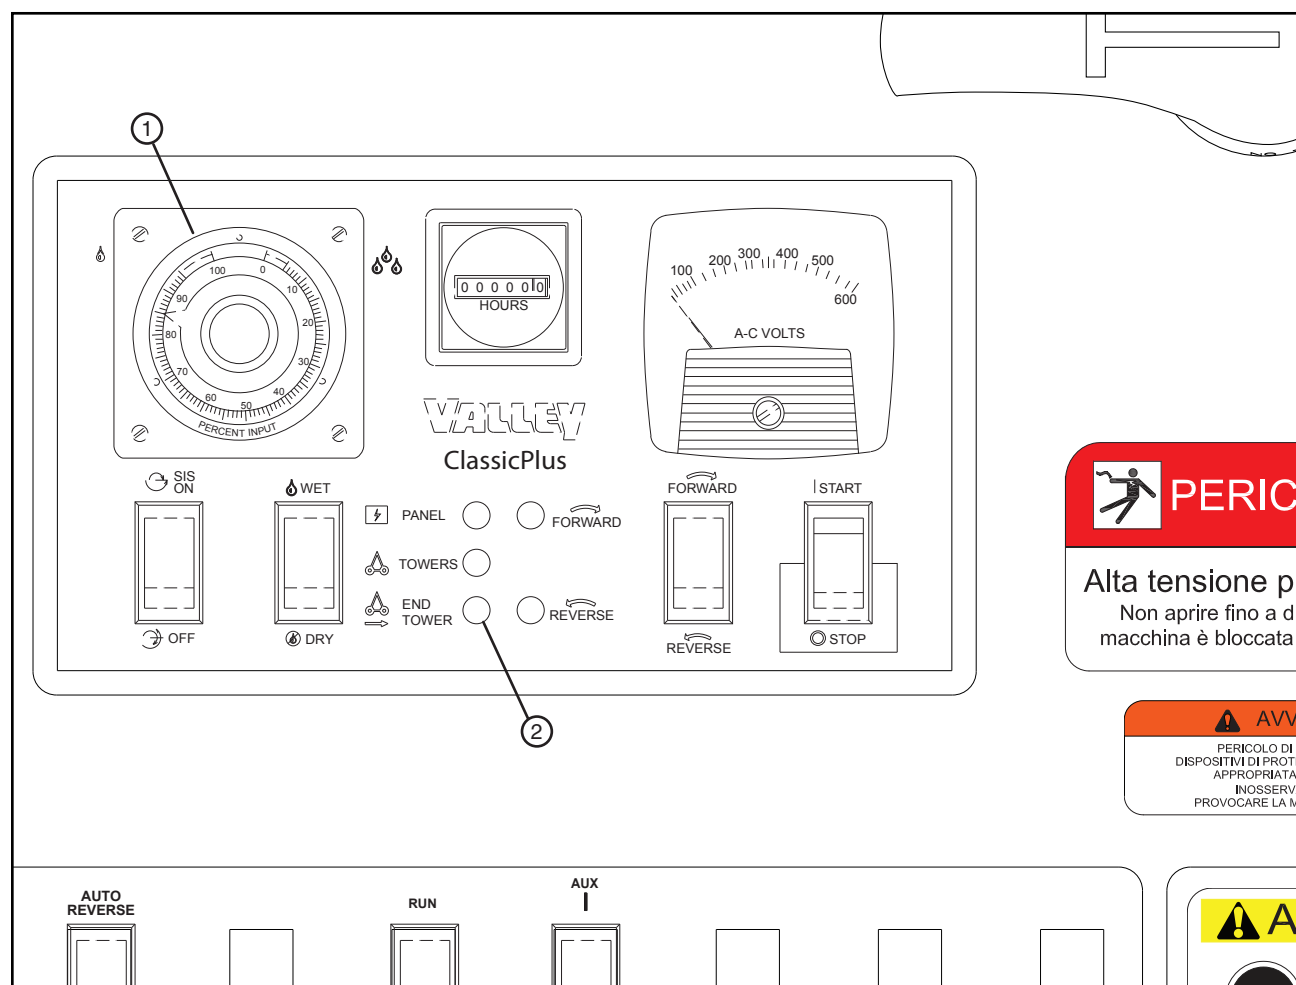

Figura 33-1 1. Timer %
1. Impostare il timer % al 20% sul quadrante. Vedi Figura 33-1.
3. Osservare la spia della torre di estremità per numerosi cicli completi (ON/OFF) per essere sicuri di rilevare un ciclo completo del timer. Vedi Figura 33-1.